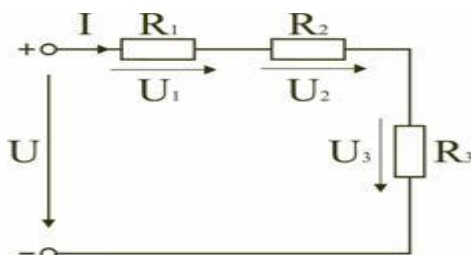

Рис. 1.4
**Последовательным** называют такое соединение элементов цепи, при котором во всех включенных в цепь элементах возникает один и тот же ток  $I$  (рис. 1.4). На основании второго закона Кирхгофа (1.5) общее напряжение  $U$  всей цепи равно сумме напряжений на отдельных участках:
После этого расчет цепи сводится к определению тока  $I$  всей цепи по закону  $I = \frac{U}{R_{\text{экв}}}$  Ома, и по вышеприведенным формулам рассчитывают падение напряжений  $U_1$ ,  $U_2$ ,  $U_3$  на соответствующих участках электрической цепи (рис. 1.4). При выходе из строя хотя бы одного элемента, ток прекращается и прекращается работа всех остальных элементов цепи.